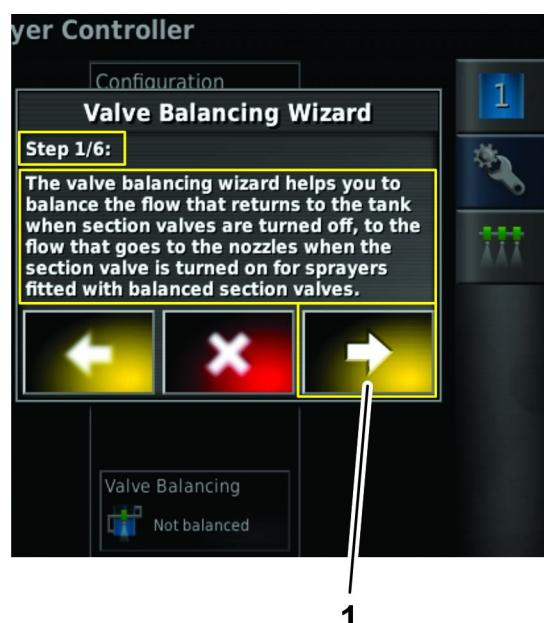

図 47
- バルブバランスウィザードのステップ 1 ウィザードの説明を読み、ネクストアイコンを押す図 47。